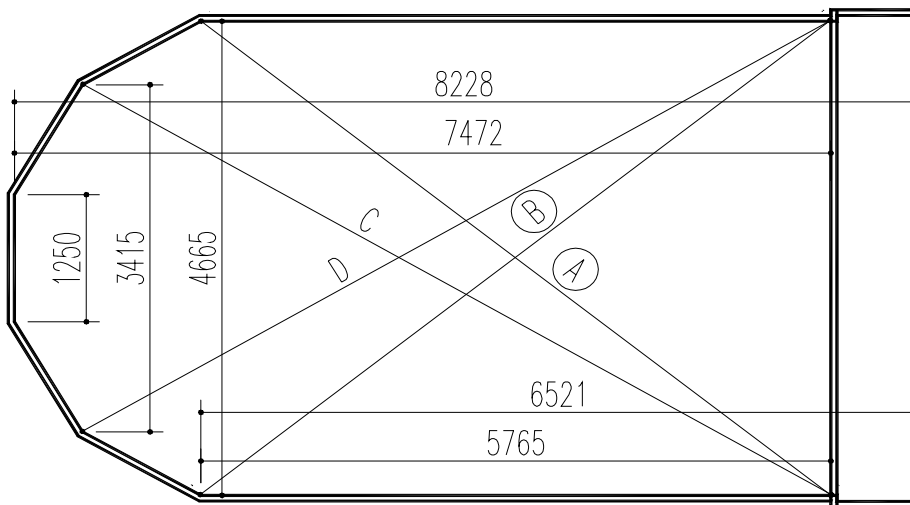

Figure 10 :
- Ajuster la forme de la piscine en vous aidant des dimensions intérieures indiquées sur le plan (Figure 10).
- Le réglage est parfait lorsque toutes les diagonales opposées sont égales ; $A=B$ et $C=D$ (fig.10).